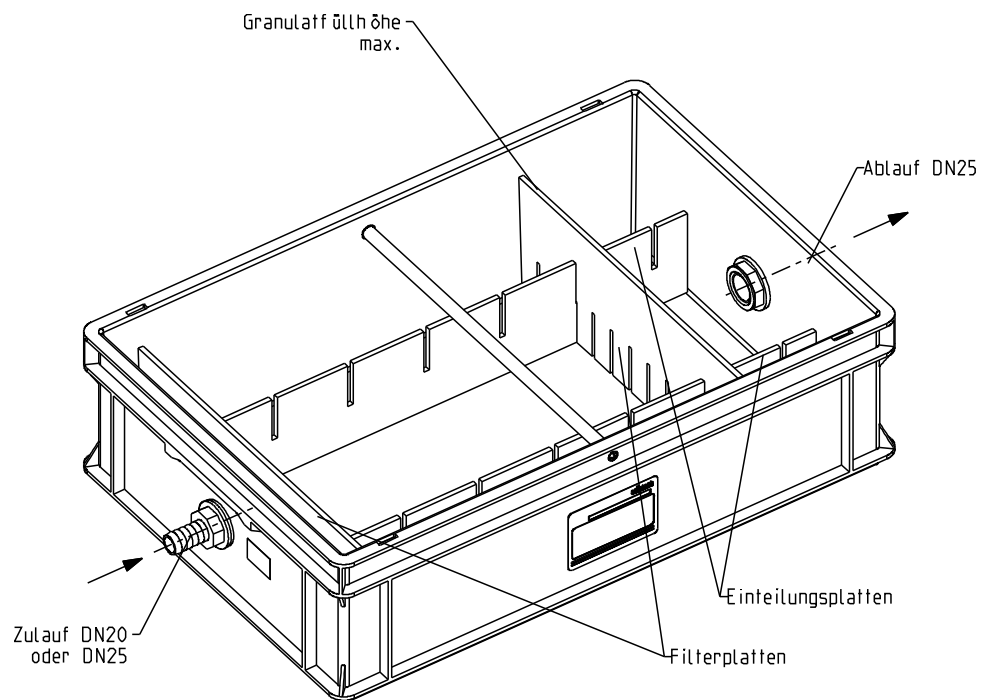

Abb. D-5: Granulatfüllhöhe N-210
- Bei der N-210 den Füllraum für das Neutralisationsgranulat entsprechend der anzuschließenden Brennwertkesselleistung anpassen. Dies erfolgt durch Zusammenstecken der Platten lt. Abb. D-5, D-6